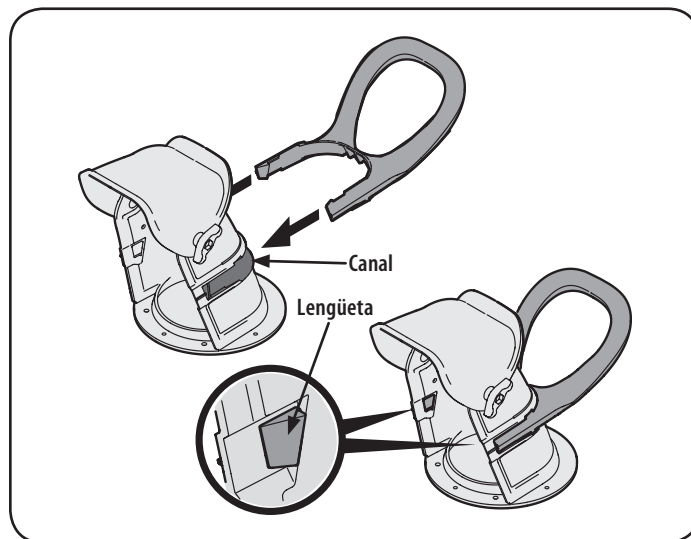

Figura 3
1. Coloque la manija del canal sobre el canal inferior como se muestra en la Figura 3. Asegúrese de que la manija esté alineada en el canal sobre el mismo y que las lengüetas estén ajustadas en su lugar.